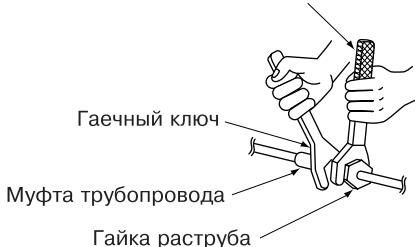

рис. 8
- При присоединении труб к блоку и/или отсоединении от него проследите за совместным использованием обычного гаечного ключа и гаечного ключа с ограничением по крутящему моменту, как показано на рисунке. (См. рис. 8)